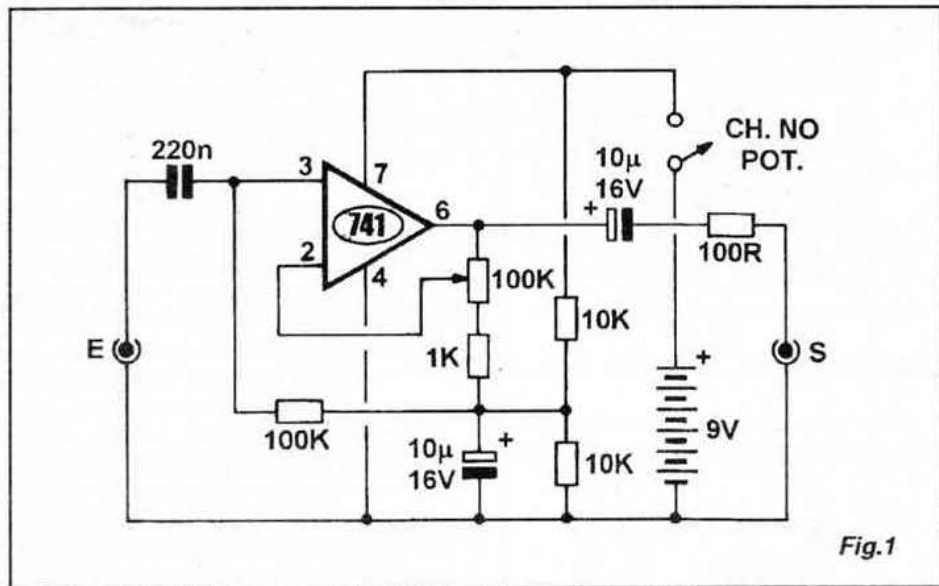

Fig.1
- **FIG. 1 - DIAGRAMA ESQUEMÁTICO DO CIRCUITO** - Como *potência* não é - obviamente - um requisito para a finalidade do circuito (é justamente disso que pretendemos *fugir*...), tornou-se possível manter excelente audibilidade a partir dos trabalhos de um modesto integrado 741 (barato e comum...), disposto em amplificador *não inversor* bastante convencional... Notar que os sinais de muito baixo nível, e impedância também baixa, provenientes da guitarra (captadores magnéticos são o padrão...) são aplicados à entrada *não inversora* (pino 3) via capacitor isolador de 220nF, estando o dito pino de entrada pré-polarizado a *meia tensão* da alimentação geral, através do resistor de 100K que leva ao *nó* de dois resistores de 10K, dispostos em *totem* entre as linhas do **positivo e negativo** da alimentação de 9V... Com tal arranjo, simulamos uma alimentação em *split* garantindo boa simetria aos sinais, baixa distorção geral, mantendo os sinais amplificados em bom nível de fidelidade... Observar que o *nó* de *meia tensão* da alimentação é ainda desacoplado por um capacitor eletrolítico de 10µ... O ganho (fator de amplificação) é dimensionado pela quantidade de realimentação aplicada ao pino 2 (entrada *inversora*...) do 741, parâmetro que é diretamente controlado pelo potenciômetro de 100K, *seriado* com